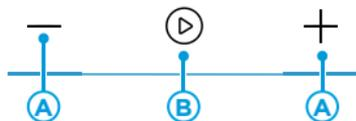

Fig. 2
1. Aperte o botão “**-**” ou “**+**” para ajustar a hora do relógio (“**A**” - Fig. 2).
2. Aperte o botão “**▶**” para confirmar a hora desejada (“**B**” - Fig. 2).
3. Aperte os botões “**-**” ou “**+**” e defina os minutos (“**A**” - Fig. 2).
4. Aperte o botão “**▶**” para completar o ajuste da hora (“**B**” - Fig. 2).